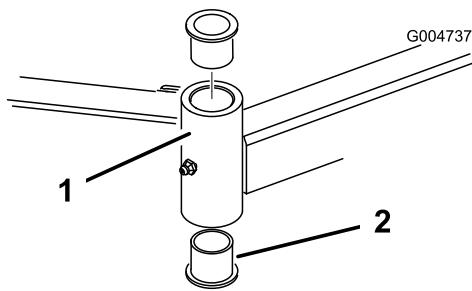

Bild 96
4. Stecken Sie einen Dorn oben oder unten in das Befestigungsrohr und treiben die Büchsen heraus (Bild 96). Treiben Sie dann die andere Büchse aus dem Rohr heraus. Reinigen Sie die Innenseite der Rohre.